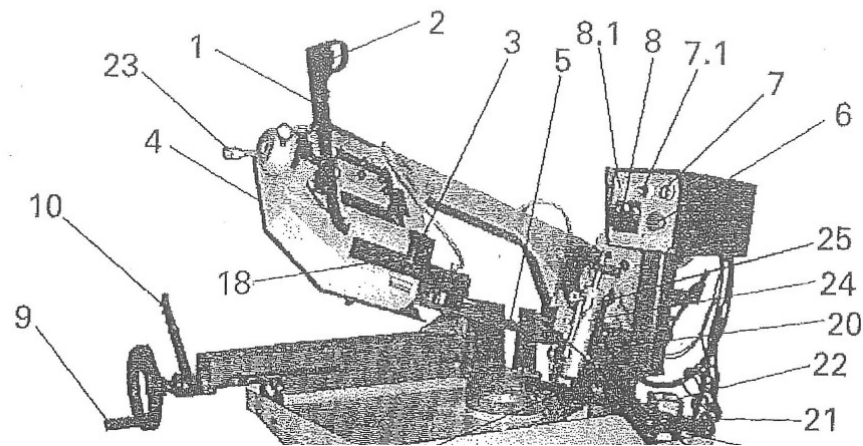

FIG. 2 — Componentes principais
Marque a posição dos furos de fixação da base (16, FIG. 2), levante a máquina apoiando-a sobre um lado, fure o pavimento, coloque buchas com rosca ou varões selados com cimento e fixe a base com parafusos M8. Verifique com um nível que a máquina fica assente. Se a máquina for instalada sem a sua base, deve ser fixada pelos dois furos previstos a uma estrutura capaz de suportar o peso e os desequilíbrios da máquina em funcionamento.
- 1) Introduza a barra de batente roscada no seu alojamento (14, FIG. 2) e bloqueie-a.
Encha o depósito situado no interior da base, através da boca de enchimento (13, FIG. 2), com uma emulsão de água e óleo solúvel de corte diluída segundo as indicações do fabricante do refrigerante, com um teor de óleo não inferior a 8-10 %. Verifique que o caudal que chega à zona de corte é suficiente para manter a fita lubrificada.